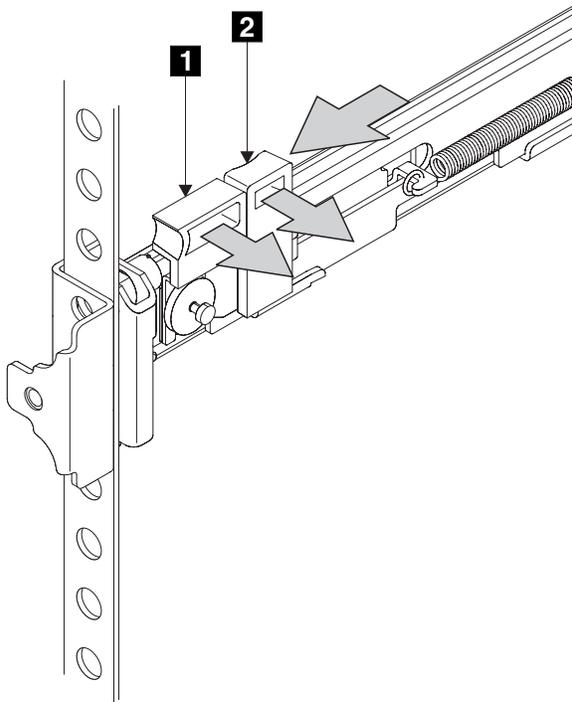

図 31. ラッチ・ロック・キャリア・アセンブリーのクローズ
13. ラッチ・ロック **2** をレールから押し出して、キャリアを解放する (32 ページの図 31)。ラッチ・ロック・キャリアは、ラックの前面に向かってスライドし、位置決めピンは、前面フランジおよび前面レール・ブラケットにある穴を突き抜けます。